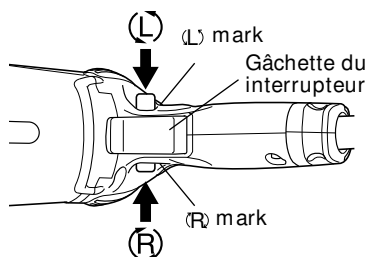

Fig. 6
9. Vérification du sens de rotation (Fig. 6)